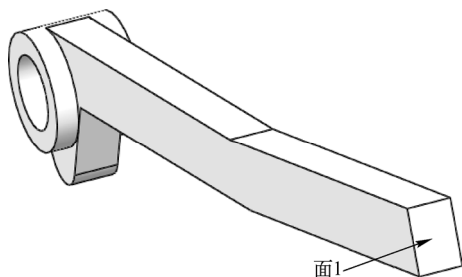

图 12-56 选择草图基准面
**03** 绘制草图。在左侧的“FeatureManager 设计树”中用鼠标选择图 12-56 所示的面 1 作为绘制图形的基准面。单击“草图”控制面板中的“圆”按钮, 绘制草图轮廓, 标注并修